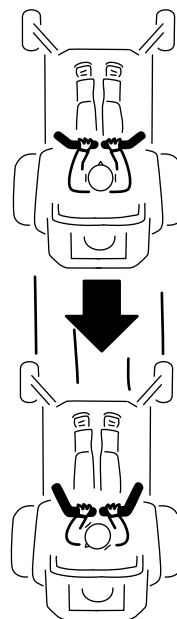

**Рисунок 25**
2. Для перемещения вперед нажмите на рычаги управления движением вперед (**Рисунок 25**).